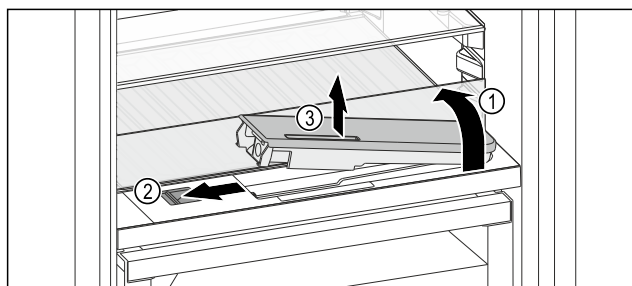

Fig. 240
- Ngrini lart pllakën e xhamit dhe kthejeni për prapa deri në fund Fig. 240 (1).
- Shtyni rrëshqitësen Fig. 240 (2) nga e majta.
- Hiqni depozitën e ujit Fig. 240 (3).